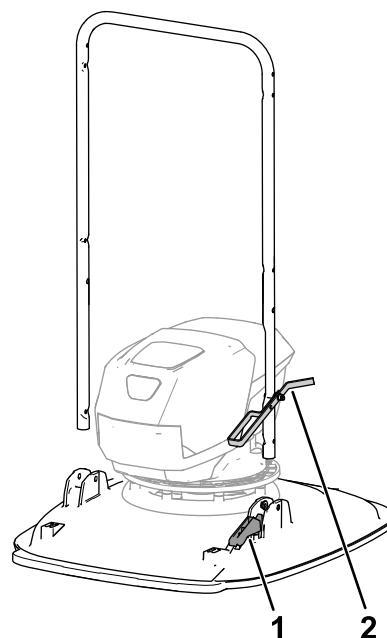

Рисунок 6
2. Зіставте стопор руків'я з кронштейном верхнього упора на деці (Рисунок 6).